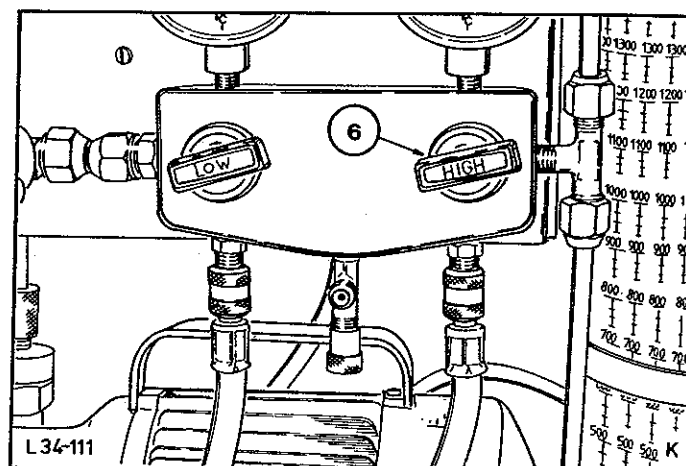
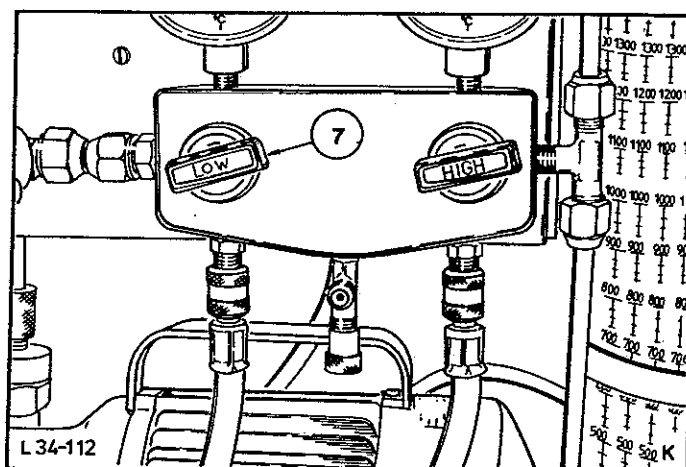

Abb.24 Absperrventil (6)
Abb.25 Absperrventil (7)
13. Zum Ablassen eines eventuellen Überdrucks in der Fahrzeuganlage Belüftungstutzen (3) sowie Absperrventile (6), Abb.24, und (7), Abb.25, öffnen. Belüftungstutzen (3) wieder schließen.